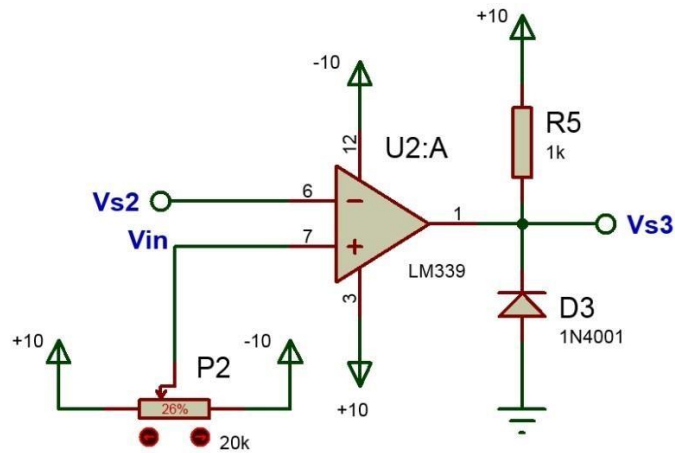

Figura 5.5
5. Simule el circuito de la figura 5.5 y use como señal de entrada la salida Vs2.